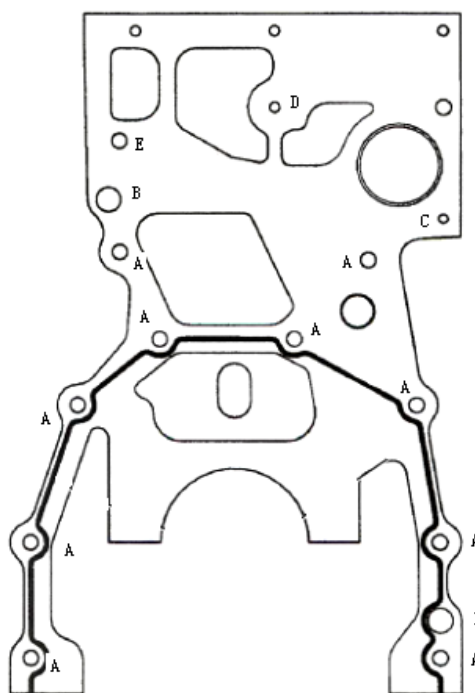

图 12 缸体后端面涂胶位置示意图
8.15.1 将两个定位环装到缸体上(图 12 中的 B)。
8.15.2 缸体后端面涂胶，涂胶位置如图 12 所示。
8.15.4 将 10 个 M14—45(图 12 中的 A)、1 个 M14—80(图 12 中的 E)、1 个 M8—40(图 12 中的 D)和 1 个 M8—100(图 12 中的 C)的安装螺栓拧到安装螺孔内，采用两次拧紧工艺，第一次将 M14 螺栓拧紧至  $40\text{ N}\cdot\text{m} \pm 10\text{ N}\cdot\text{m}$ ，M8 螺栓拧紧至  $10\text{ N}\cdot\text{m} \pm 2\text{ N}\cdot\text{m}$ ；第二次将 M14 螺栓拧紧至  $150\text{ N}\cdot\text{m} \pm 30\text{ N}\cdot\text{m}$ ，M8 螺栓拧紧至  $24\text{ N}\cdot\text{m} \pm 4\text{ N}\cdot\text{m}$ 。